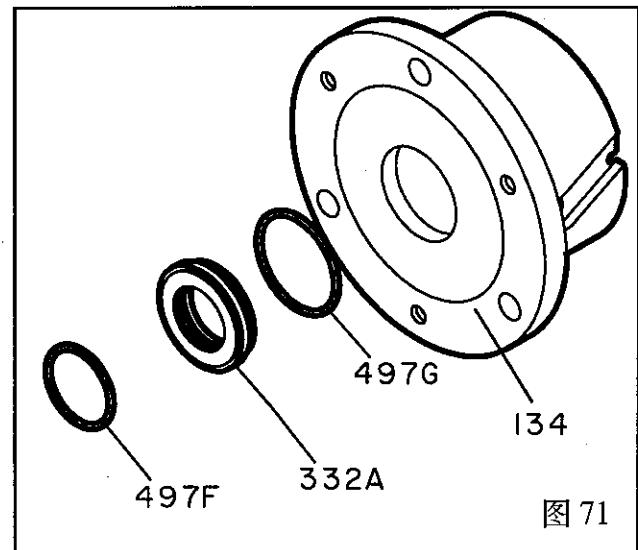

图 71
10. 从轴承座 (134) 中拆下外侧迷宫油封 (332A)，如有必要取出 O 型圈 (497F)、(497G)。 (图 71)